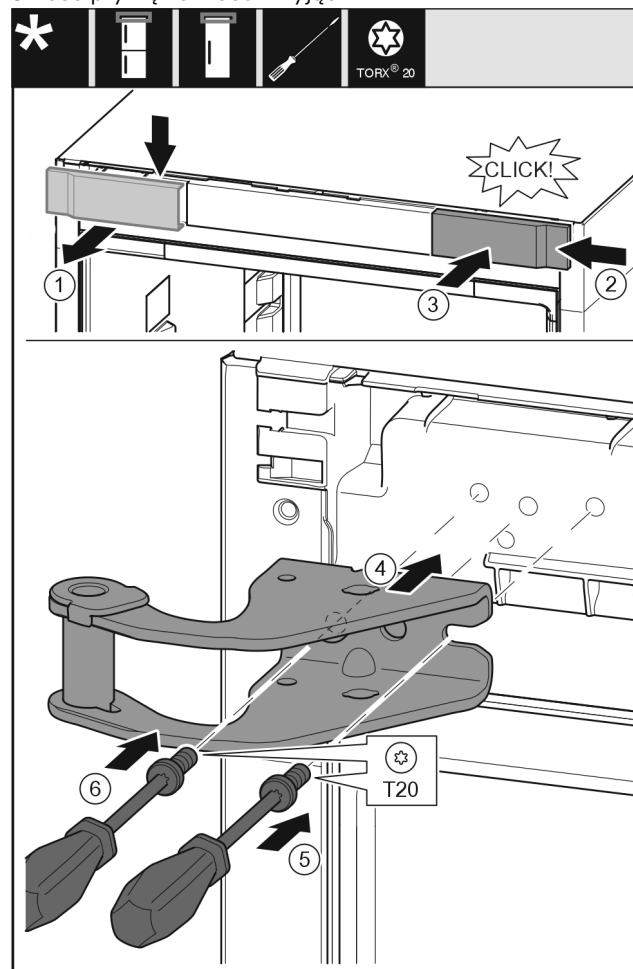

Fig. 11
- ▶ Wyjąć osłonę od góry do przodu. Fig. 11 (1)
- ▶ Osłonę obrócić o 180° założyć z drugiej strony od prawej. Fig. 11 (2)
- ▶ Zazębić osłonę. Fig. 11 (3)
- ▶ Założyć górną płytkę zawiasu. Fig. 11 (4)
- ▶ Śrubę założyć przy pomocy śrubokręta T20 i mocno dokręcić. Fig. 11 (5)
- ▶ Śrubę założyć przy pomocy śrubokręta T20 i mocno dokręcić. Fig. 11 (6)